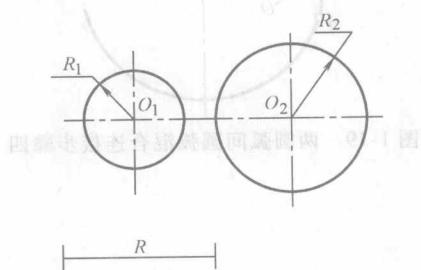

图 1-12 两圆弧间圆弧内接步骤一
- 1) 已知连接圆弧的半径为  $R$ , 将此圆弧同时内切于圆心分别为  $O_1$ 、 $O_2$ , 半径分别为  $R_1$ 、 $R_2$  的圆, 如图 1-12 所示。